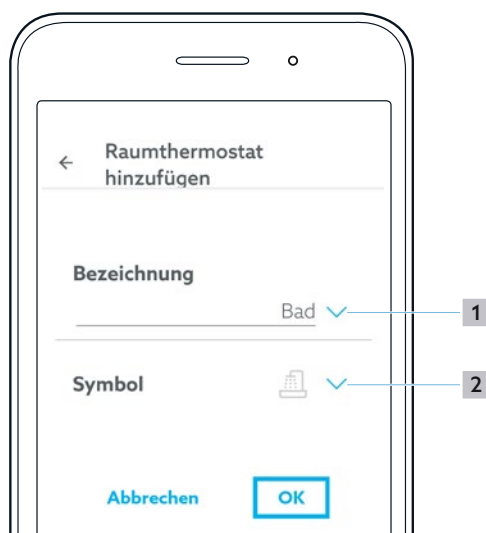

Fig. 13: Application ClimaCon F - Écran d'accueil
En appuyant sur la flèche (position 1 sur la Fig. 13 en page 14), vous avez la possibilité de faire votre choix dans une liste prédéfinie. Il est également possible de saisir manuellement le texte souhaité.
- 6 Sélectionner un symbole approprié dans la liste (position 2 sur la Fig. 13 en page 14).